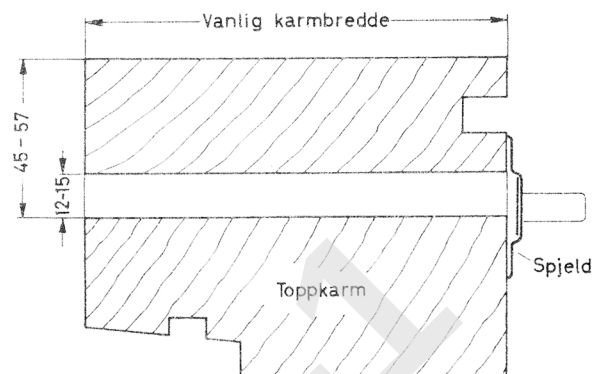

Fig. 22.
- 22 På karmens overside limes fast en høvlet planke med samme lengde som vinduets bredde. På plankens underside er laget en utsparring, ca. 15 mm høy og svarende til ventilristens bredde, se fig. 22.